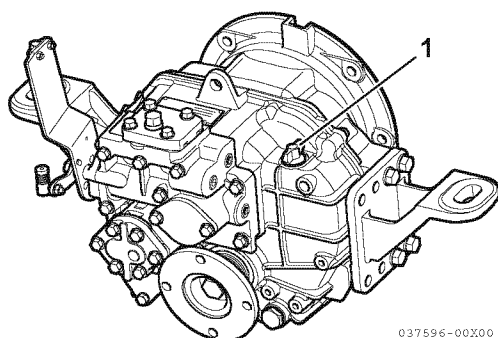

Figura 3
9. Quite la varilla indicadora (1, **Figura 3**). Llene con las siguientes cantidades de aceite y añada la cantidad necesaria para el enfriador de aceite y las tuberías.